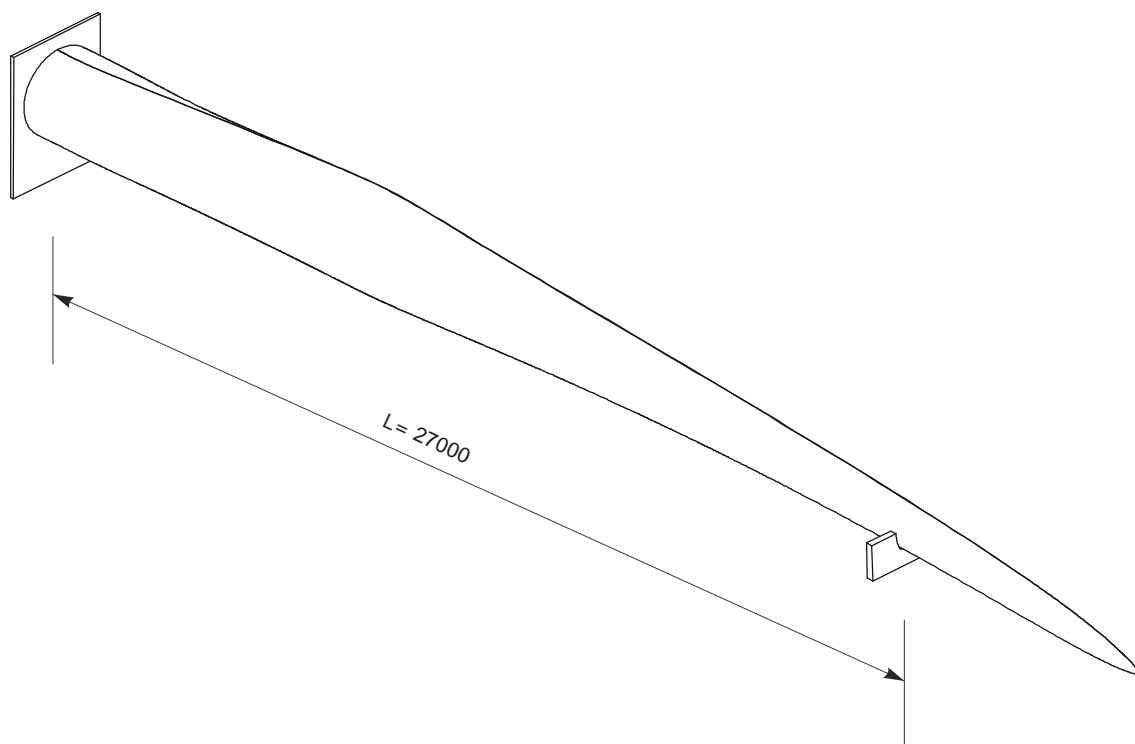

图 6: 叶片的长期储存
7. 如果叶片存放在地面上，使用翼根支架和叶尖支架支撑。叶片尾边朝上存放（参见图6）。